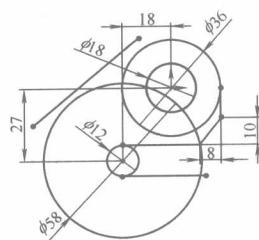

图 1-20
(1) 单击“新建”图标 $\square$ ，新建一“零件”文件，并单击“保存”图标 $\text{H}$ ，保存文件。
(2) 选择状态树中的“前视”，再选择 $\text{草图绘制}$ ，此时打开草绘工具栏，然后选择 $\text{草图绘制}$ ，打开草绘窗口。绘出图 1-20 所示图形，并标注尺寸。